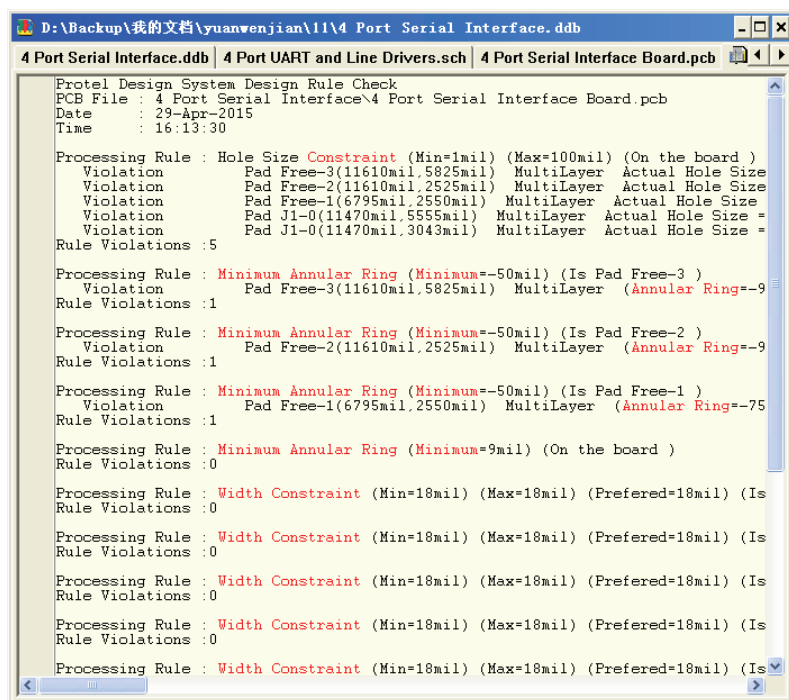

图 11-46 规则检查报告文件
(4) 单击 **Run DRC** 按钮, 运行 DRC 检查分析器, 在接下来出现的警告对话框上选择 **Yes** 按钮。则系统生成 “.DRC” 文件, 该文件详细列出了违反信号分析设计规则的情况, 如图 11-46 所示。